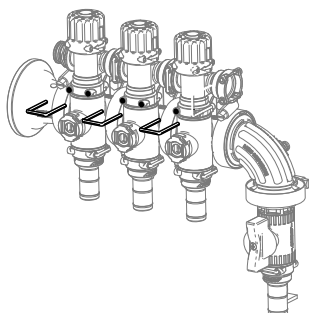

Bild 16
7. Montieren Sie die Auslegerventilinsel unter Verwendung der zuvor entfernten Arretierbügel, wie in Bild 16 dargestellt.